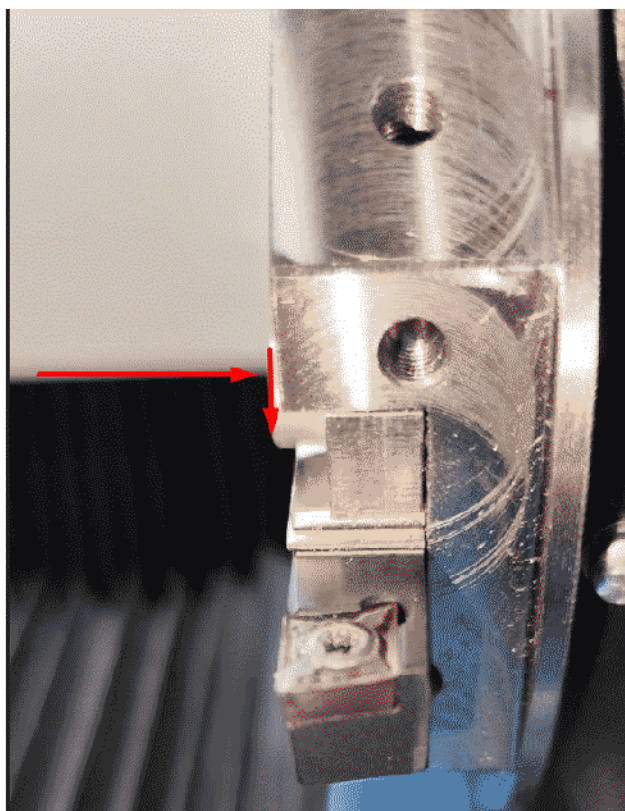

Рисунок 2.10 - Зажим
3. Завинчивание винтов прижима (по часовой стрелке) (Рисунок 2.10).